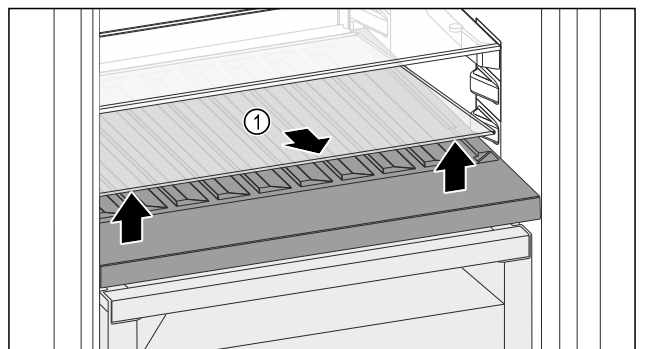

Fig. 118
- Sollevare il ripiano di vetro Fig. 118 (1) dall'incavo anteriore e rimuoverlo.
- Conservare il ripiano di vetro *Fig. 118 (1)* fuori dall'apparecchio in un luogo sicuro.